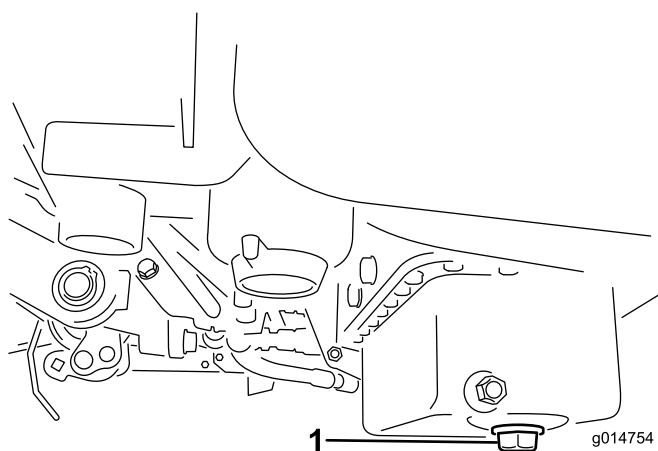

Figura 45
1. Retire o tampão de escoamento e deixe o óleo escorrer para um recipiente adequado. Quando o óleo parar, volte a montar o tampão de escoamento (Figura 45).